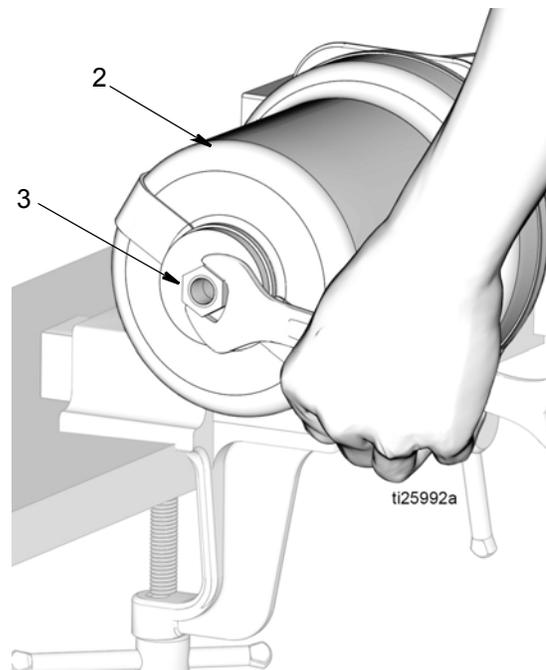

FIG. 16
12. Quite la tuerca de tope de pistón (3) de la parte superior del cilindro de aire (2) (FIG. 16).